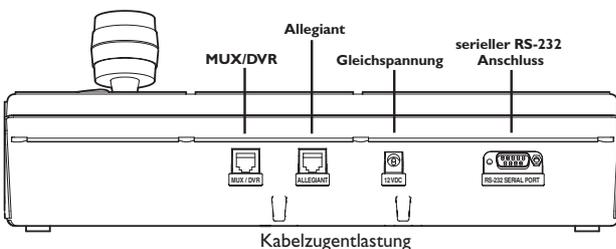

Abbildung 2.2 Anschlüsse an der Rückseite des IntuiKey
- Die Ein- und Ausgänge der IntuiKey-Tastatur sind in ABBILDUNG 2-2 dargestellt. Vier Anschlüsse sind an der Rückseite des IntuiKey angeordnet: (2) RJ-11-Anschlüsse, (1) 9-polige D-sub-Buchse und eine GS-Buchse. Die RJ-11-Anschlüsse sind mit „Allegiant“ und „MUX/DVR“ gekennzeichnet, die 9-polige D-sub ist mit „RS-232 Serial Port“ gekennzeichnet.